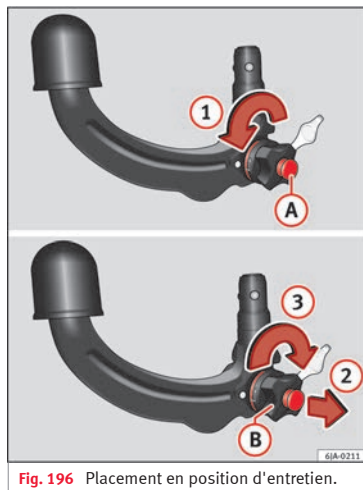

Fig. 196 Placement en position d'entretien.
- Tournez la clé (A) dans le sens de la flèche ① jusqu'à la butée » fig. 196.
- Avec la main droite, retirez la molette (B) vers l'extérieur dans le sens de la flèche ② et tournez-la dans le sens de la flèche ③ jusqu'à la butée.